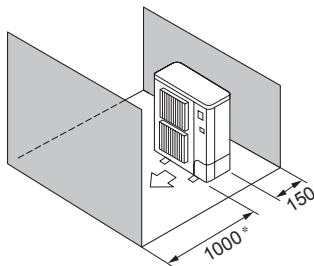

Fig. 2-7
- ⑤ Перешкоди спереду та ззаду (Fig. 2-7)